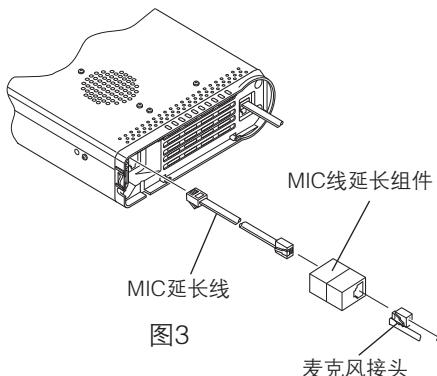

图3
5. 参照图 3，将MIC 延长线的接头插入到**FT-857D**的麦克风接口，然后将MIC 延长线的接头插入MIC线延长组件上。